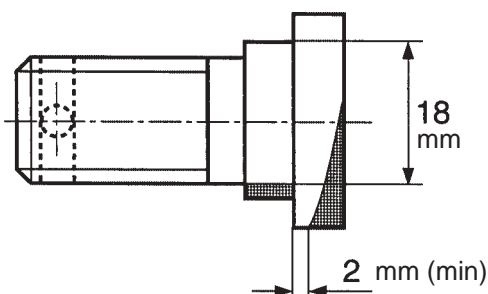

Abb. 7: Messerbefestigung
- Befestigungsschrauben (1)
- Die Messerschraube (2) muß folgende Mindestmaße aufweisen (siehe Bild auf vorheriger Seite Abb. 7):